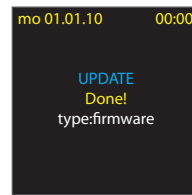

fig. 5
- La finalizarea transmisiei, suma totală a CRC este recalculată. Conformitatea datelor este indicată prin intermediul mesajului „Terminat” (fig. 5). În caz de neconformitate a datelor, se afișează mesajul: „Eroare CRC” (fig. 6) și, toată transmisia datelor trebuie reluată de la punctul 5.